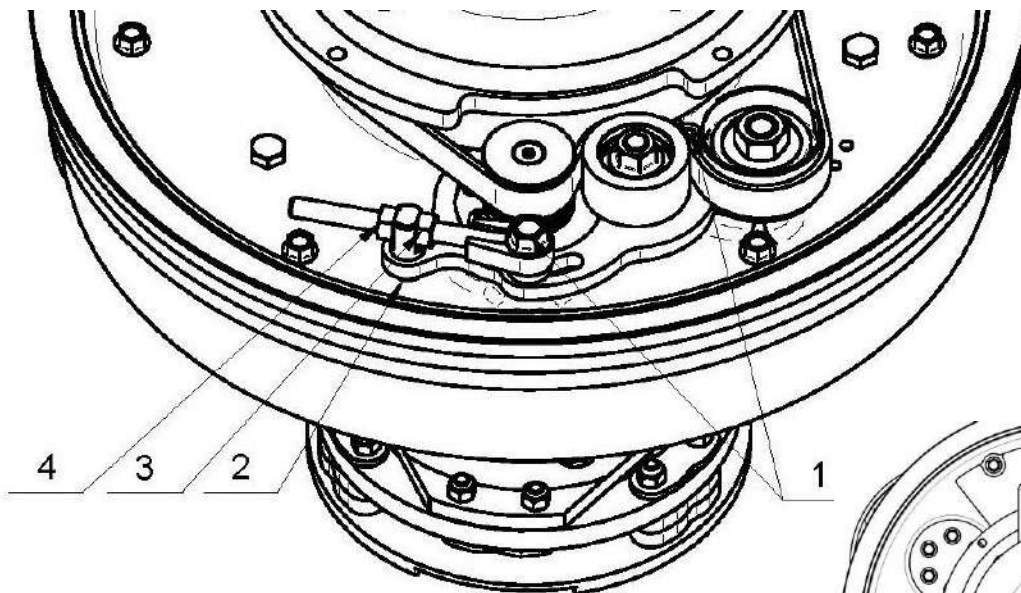
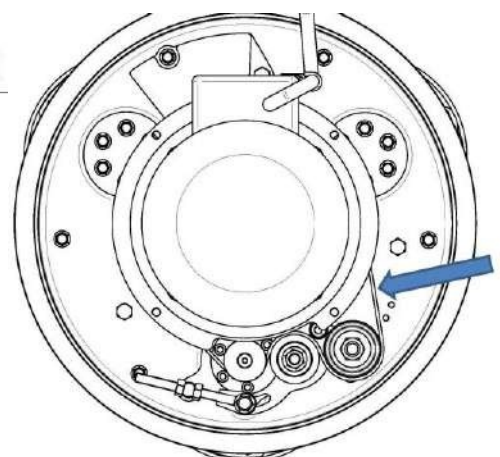

Figure 8.6.2
Figure 8.6.3
Si la courroie a seulement glissé, elle peut être resserrée. Desserrez légèrement les deux boulons (1) (Fig. 8.6.2) et l'écrou du tendeur (2). Dévissez l'écrou de butée (3). Corrigez la tension de la courroie à l'aide de l'écrou (4). La figure 8.6.3 montre où mesurer la tension de la courroie avec le testeur de fréquence Oribelt TT3 . La fréquence doit être de 300 Hz.